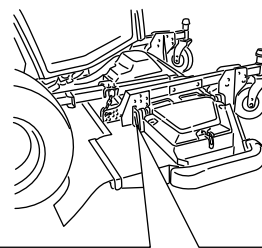

Figure 91
3. Enlevez la goupille fendue et l'axe de chape qui fixent les chaînes de hauteur de coupe à l'arrière du plateau de coupe (Figure 91).